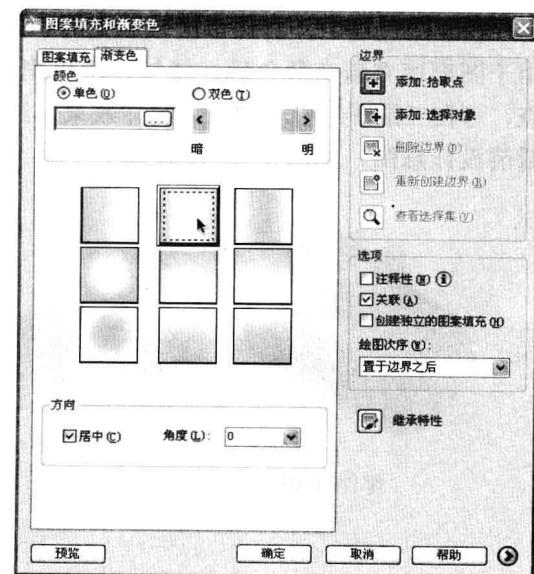

图 5-1-14
(4) 在“绘图”面板中单击“渐变色”按钮，打开“图案填充和渐变色”对话框，移动着色和渐浅之间的滑块到右侧，单击第一排第二个图案，如图 5-1-14 所示。